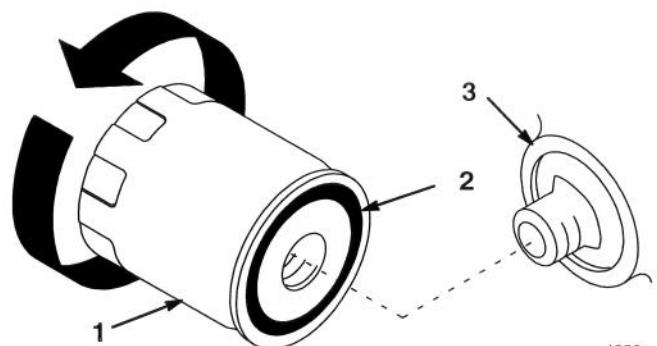

Abbildung 20
2. Den alten Filter herausnehmen und die Dichtungsfläche des Filteradapters abwischen (Abb. 20).
3. Eine dünne Schicht neues Öl auf die Gummidichtung am Austauschfilter geben (Abb. 20).
4. Den Austausch-Ölfilter am Filteradapter anbringen. Den Ölfilter im Uhrzeigersinn drehen, bis die Gummidichtung den Filteradapter berührt. Dann den Filter um eine weitere 1/2 Umdrehung anziehen (Abb. 20).